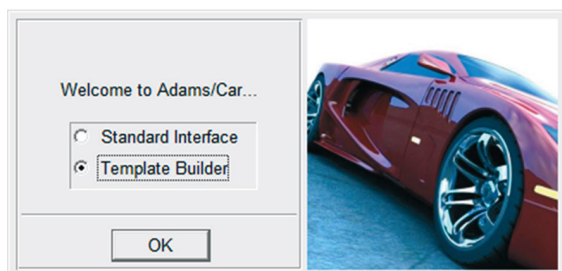

Figura 5.1 – Tela de inicialização do Módulo ADAMS/Car.
Ao inicializar o módulo ADAMS/Car, as seguintes opções estarão disponíveis na janela de abertura: *Standard Interface* e *Template Builder* (item 1.2.1), conforme mostra a Figura 5.1. O usuário deverá marcar a opção *Template Builder*, uma vez que um novo projeto será criado, depois clicar na opção OK.